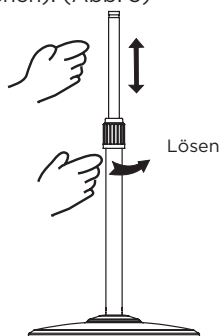

Abb. 3
- 3 Lösen Sie an der Teleskopstange den Höhenverstellring und positionieren Sie die Innenstange auf der gewünschten Höhe (Hinweis: Falls die Innenstange unauffindbar ist, sie lässt sich in der Teleskopstange versenken. Sie können sie aus der Verlängerungsstange herausziehen). (Abb. 3)